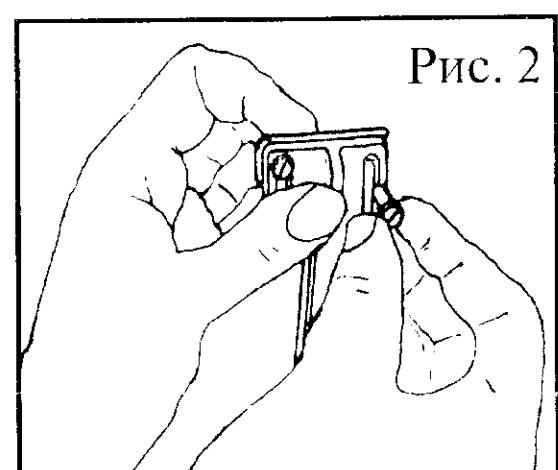
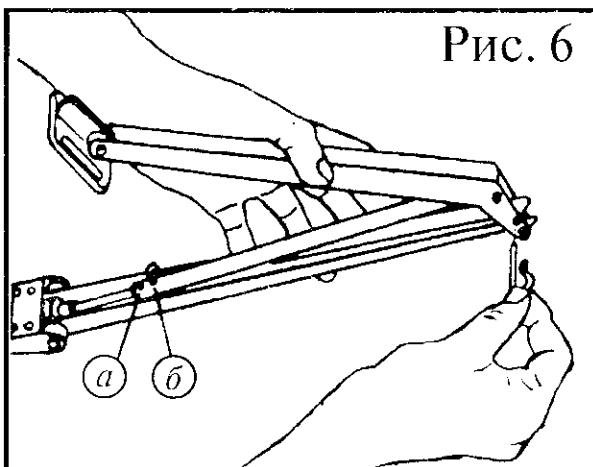

Рис. 2
Рис. 6
5. Если требуемое расстояние открытия форточки между 30-42 см., — вставьте Шплинт (5) в отверстие «б» в штоке, и Стоп-фиксатор (6) в Рычаг (7) (см. рис.6). Не вставляйте фиксатор (6) на свое место, если еще не вставлен Шплинт (5).
6. Теперь выкрутите Цилиндр (1) из Держателя цилиндра (2), но не вынимайте Цилиндр полностью. Шток (3) и Толкатель (4) оставьте собранными.
7. Шурупами прикрутите уголок (9) к раме теплицы (см. рис7). В деревянной теплице уголок прикручивается на шурупах прямо в раму. В алюминиевой теплице для закрепления используйте скобы (11), как на рис. 2.
8. Прикрутите уголок (10) к раме окна, окно должно быть в закрытом положении.
9. Откройте окно. Вкрутите Цилиндр (1) в Держатель цилиндра (2), приблизительно до середины своей резьбы. После освободите окно.